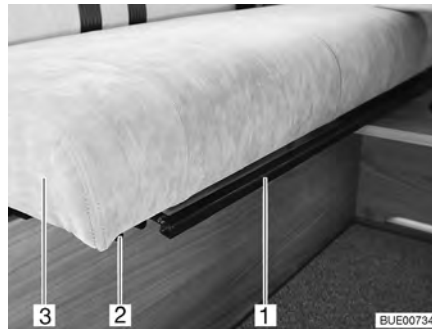

Fig. 20 Regolazione degli schienali del sedile
- Tirare o spingere la staffa (Fig. 20,1) sotto il piano del tavolo (Fig. 20,3) verso l'alto e tenerla in questa posizione.
- Spingere il divano sulle barre (Fig. 20,2) fino alla posizione desiderata oppure tirarlo con cautela in avanti fino all'arresto.